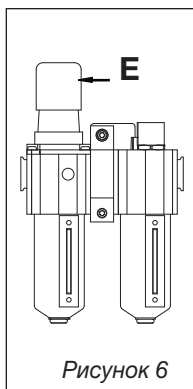

Рисунок 6
При поставке с завода регулировочный винт (E) до упора повернут по часовой стрелке; в этом положении смазочное масло в систему не поступает. Для выполнения начальной регулировки включите подачу воздуха в систему. Вращением винта отрегулируйте скорость падения капель масла. Вращение винта против часовой стрелки повышает частоту каплепадения (см. рис. 6). Изначально установите скорость на уровне одной-двух капель в минуту; по достижении системой нормальной рабочей температуры выполните точную регулировку скорости подачи масла.
Разблокируйте рукоятку, потянув ее строго вверх. Вращение рукоятки по часовой стрелке увеличивает, а против часовой стрелки – уменьшает уставку выходного давления. Чтобы снизить давление, сначала понизьте его ниже требуемого, а затем увеличьте до требуемого. (см. рисунок 6)